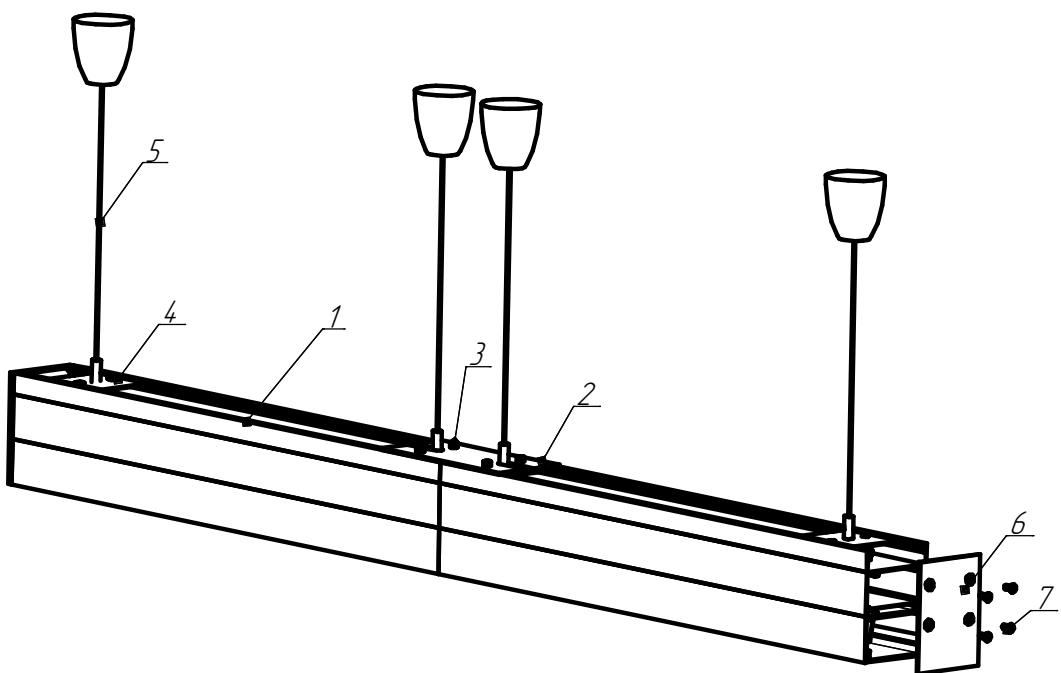

Рисунок 4 - Схема соединения светильников в линию.
**5.8 Установка светильника в линию (см. рисунок 4) :**
5.8.1 Для установки светильников в линию светильники необходимо снять торцевые крышки в месте соединения светильников. Затем при помощи пластины соединительной ЛПО02 поз.2, винтов поз.3 и пластины подвеса (рисунок 4) соединить светильники.